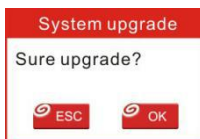

Figure 7-7
11. Une fois toutes les étapes terminées, réinsérez la carte mémoire dans l'outil et alimentez-le via USB dans l'ordinateur ou via le port OBD2 dans le véhicule. L'outil vous invitera à effectuer la mise à niveau, cliquez sur [OK] pour lancer la mise à jour et une barre de progression apparaîtra. Plusieurs minutes peuvent être nécessaires pour terminer la mise à jour si le fichier de votre package de mise à niveau est trop volumineux. Veuillez patienter. (Figure 7-7)